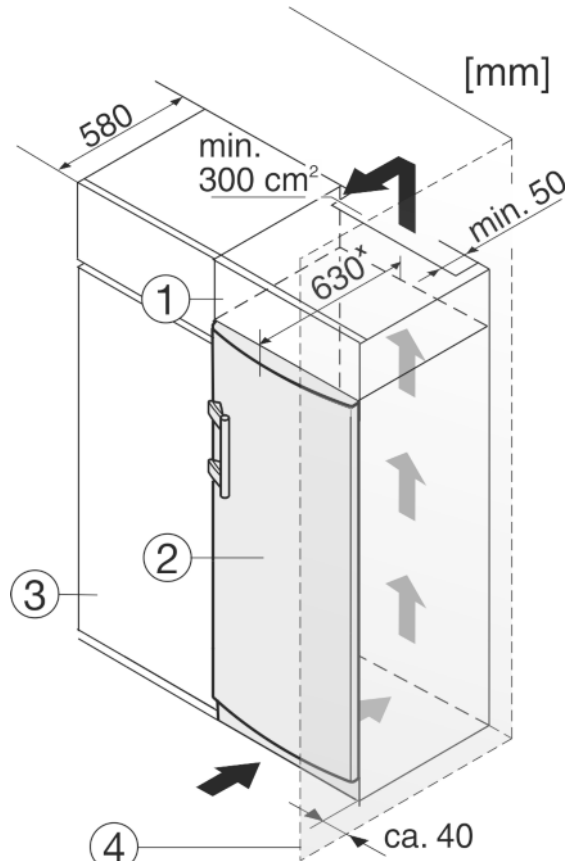

Fig. 10
L'appareil peut être entouré de meubles de cuisine. Pour adapter l'appareil *Fig. 10 (2)* à la hauteur des placards de la cuisine intégrée, on peut placer un élément haut *Fig. 10 (1)* au-dessus de l'appareil.
Lors de la transformation avec des placards de cuisine (profondeur max. 580 mm), l'appareil peut être placé directement à côté du placard de cuisine *Fig. 10 (3)*. L'appareil dépasse latéralement de 34 mm\* et de 50 mm\* au centre de l'appareil par rapport à la face avant du placard de cuisine.
Si l'appareil est installé avec les charnières à côté d'un mur *Fig. 10 (4)*, la distance entre l'appareil et le mur doit être de 40 mm min. Ceci correspond à la saillie de la poignée lorsque la porte est ouverte.